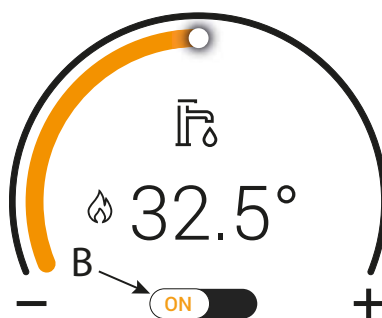
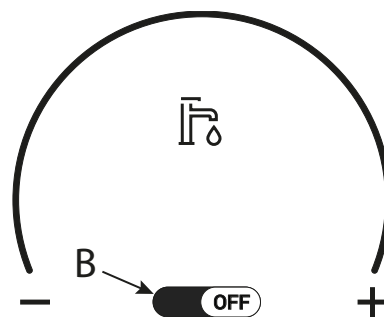

рис. 2- Функция ГВС активна
рис. 3- Функция ГВС не активна
Используя переключатель "В" (рис. 2 и рис. 3), можно подключить (ON) или отключить (OFF) режим ГВС. Отключение ГВС автоматически дезактивирует и функцию отопления.